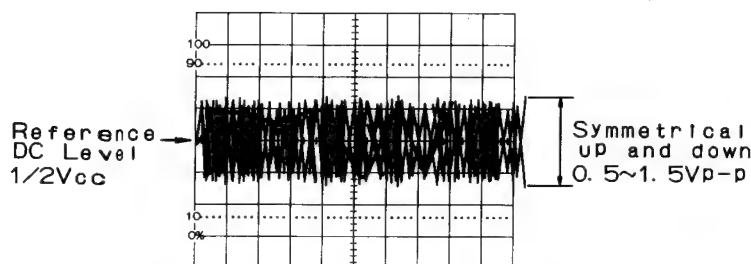

Figure 26-1
*1 Adjust to obtain vertically symmetrical waveform (Fig. 26-1) with respect to reference DC level. The reference level is 1/2Vcc. (Amplitude of 0.5 to 1.5 Vpp)
- *1 So einstellen, daß unter Berücksichtigung der Gleichstrom-Bezugsspannung eine vertikal symmetrische Wellenform entsteht(Abb. 26-1). Die Bezugsspannung beträgt 1/2 Vcc. (Amplitude von 0,5 bis 1,5 Vss)
- *1 Agir dessus pour obtenir une forme d'onde verticalement symétrique (Fig. 26-1) conformément au niveau DC de référence(1/2 Vcc). L'amplitude entre 0,5 et 1,5 Vc-à-c.